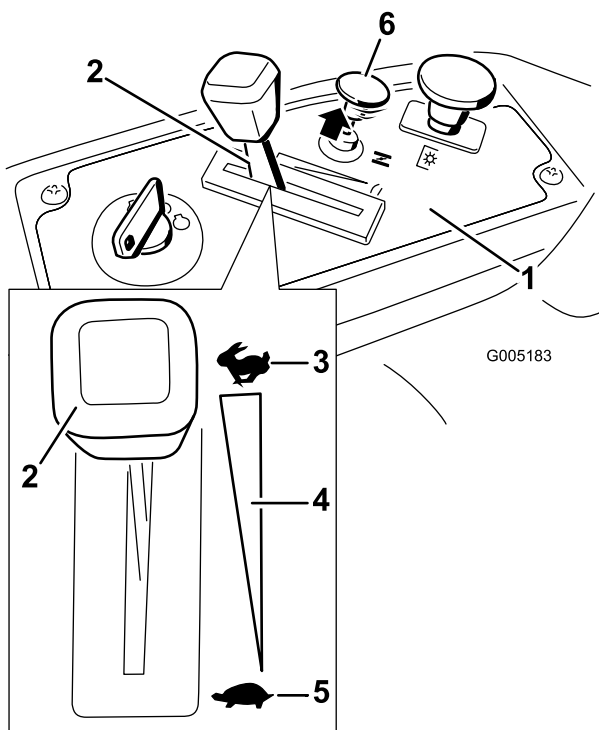

Figura 12
- Si el motor está frío, tire hacia arriba del control del estérter (Figura 12).
- Ponga el acelerador a un punto entre Rápido y velocidad media (Figura 12).